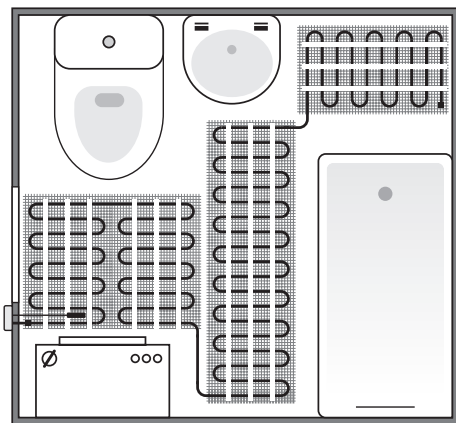

Рис. 2
- развернуть часть мата в нужном направлении и уложить на обогреваемую поверхность. При необходимости операцию повторить (рис. 2, 4, 5).